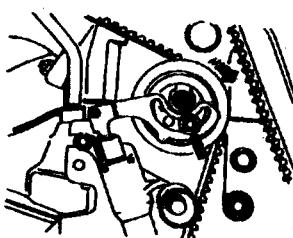
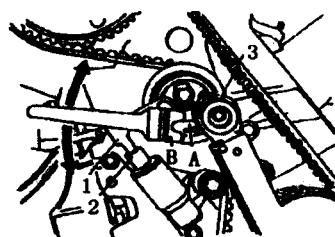

图 2-9 松开正时带张紧轮
图 2-10 双孔螺母扳手旋转正时带张紧器
(1) 拆卸。拆卸正时带前，用粉笔标出旋转方向，以免旧皮带沿错误方向旋转导致断裂。
①拆下正时带。
②拆下正时带上护罩，标记正时带旋转方向。
③将发动机曲轴旋转到一缸上止点位置。
④卸下扭转减振器，拆下正时带下护罩。
⑤用专用工具 Tor T45，按图 2-9 箭头方向松开正时带张紧轮，然后向下压正时带张紧轮，取出正时带。
(2) 安装（调整配气正时）。维修时如果仅脱开凸轮轴正时带轮上的正时带，也应调整配气正时。无论发动机处于冷态还是热态，均可进行配气正时调整。旋转凸轮轴时不许活塞处于上止点位置，否则有可能损坏气门或活塞。
①凸轮轴正时带轮上的标记与气缸盖护板或正时带上护罩上的标记对齐。
②正时带套装到曲轴正时带轮上（注意旋转方向）。
③安装正时带下护罩。
④用螺栓紧固扭转减振器及带轮。
⑤活塞处于上止点位置。
⑥用双孔螺母扳手 B (图 2-10)，向右旋转正时带张紧器，直到柱塞 1 完全弹出，张紧器柱塞 2 提升大约 $1mm$ ，再用扳手将紧固螺栓 3 拧紧。
⑨用双孔螺母扳手固定住张紧轮后，用 25N·m 拧紧力矩将紧固螺栓（图 2-10）拧紧。